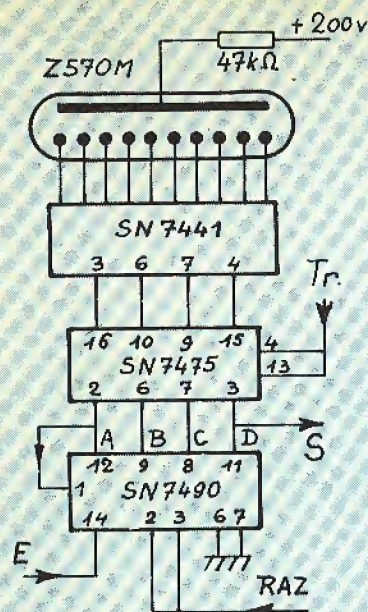

Fig. 10. — Décade FFX2N.
- Le compteur (Fig. 10 et 12) : Il contient 5 étages comprenant chacun :